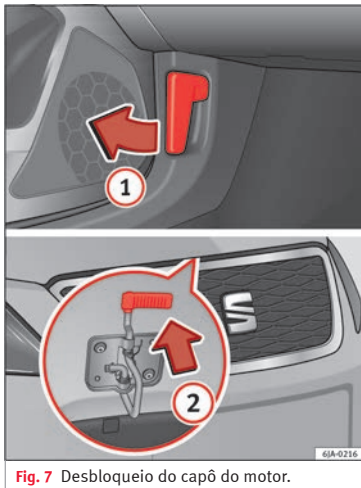

Fig. 7 Desbloqueio do capô do motor.
- Abrir o capô: puxe a alavanca existente por baixo do painel de instrumentos » » Fig. 7 ①.
- Levantar o capô: faça pressão para cima sobre a saliência situada debaixo do capô » » Fig. 7 ②. O gancho de fixação fica desbloqueado.